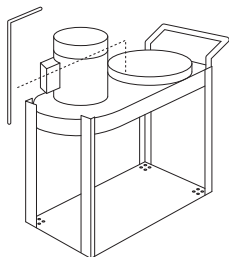

Рис. 6
5. Поместить вертикальную стойку в верхнюю часть корпуса коллектора, совместить отверстия на стойке с отверстиями в коллекторе, вставить винты и затянуть их (рис. 6).